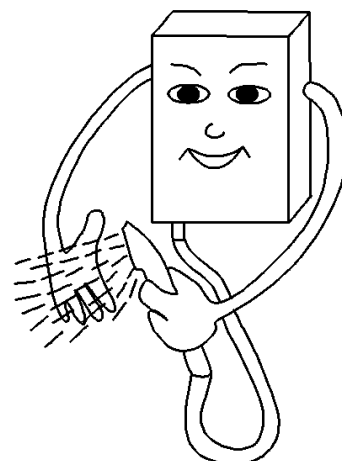

Fig.9
- (1) Gire la perilla de regulación del flujo de agua para controlar el flujo de agua y su temperatura.
- (2) Gire el mando regulador de gas para controlar la llama del quemador controlando así la temperatura del agua caliente.
- (3) Apague la válvula de salida de agua caliente y el aparato dejará de funcionar automáticamente.
- Pruebe la temperatura del agua con la mano antes de la ducha para evitar quemaduras (Fig. 9).